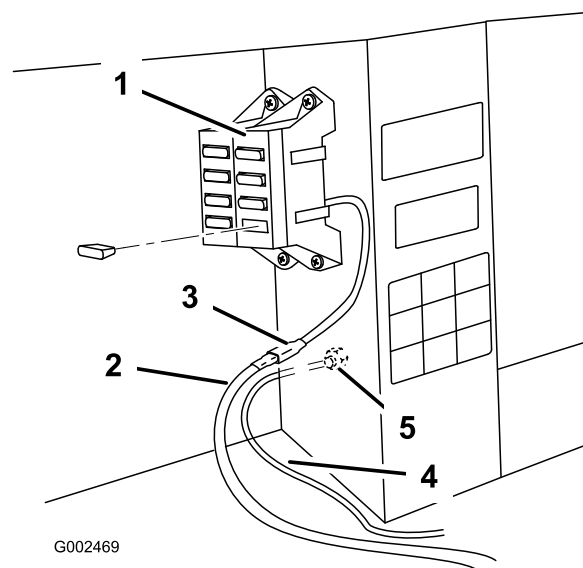

図 22
2. 黒いワイヤにのリングをアース・ボルトに接続する (図 22)。